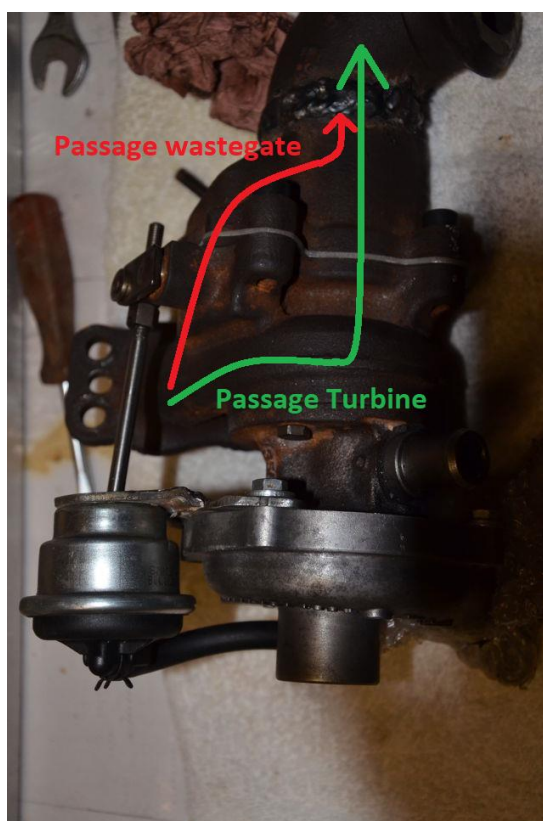

Figure 1: Passage des gaz d'échappement
- Soit par la turbine : ils participent à sa rotation (fig. 1 en vert, simplifié !)
- Soit directement vers l'échappement via la « wastegate » (fig. 1 en rouge) : ils sont évacués et ne participent pas à la rotation de la turbine.